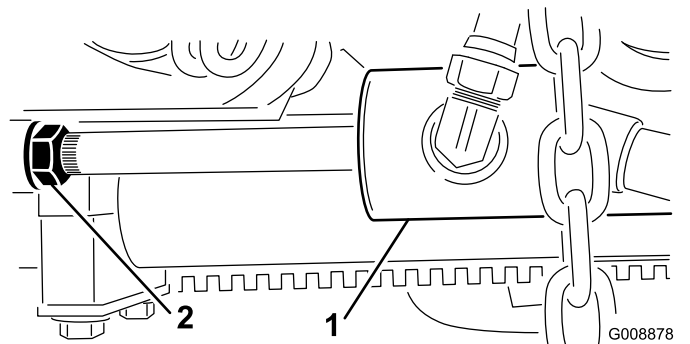

Bild 27
2. Lösen Sie die Kontermuttern an der Zylinderstange (**Bild 27**).